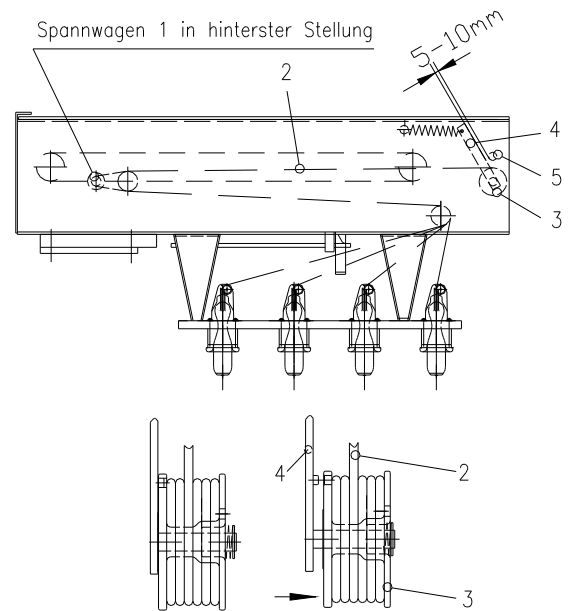

Abb. 4
6. Maßnahmen vor dem Ingangsetzen (Abb. 4)